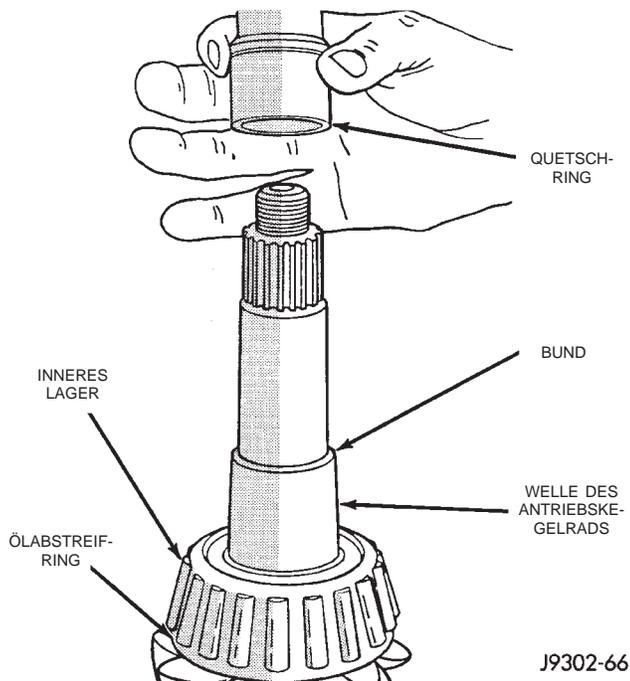

Abb. 47 Quetschring einbauen
(7) Einen neuen Quetschring auf die Welle schieben. Das Antriebskegelrad im Differentialgehäuse einbauen (Abb. 47).